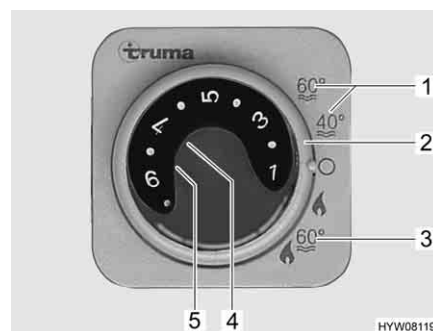

Fig. 183 Centralina di controllo per riscaldamento/boiler
Il boiler è integrato nel riscaldamento e funziona a gas (funzionamento a gas) o a gas o a corrente (funzionamento a gas e funzionamento elettrico a 230 V). Il boiler si accende dalla centralina di controllo (Fig. 183) con l'interruttore girevole (Fig. 183,2). Sul selettore di energia (Fig. 185) viene preselezionato il tipo di energia (funzionamento a gas e elettrico a 230 V).
Durante il funzionamento invernale "Riscaldamento e boiler" (Fig. 183,3) accendendo il riscaldamento viene riscaldata automaticamente anche l'acqua nel boiler. Quando il riscaldamento si spegne al raggiungimento della temperatura ambiente desiderata, il boiler continua a riscaldare l'acqua, fino a quando questa raggiunge la temperatura impostata.
Durante il funzionamento estivo (Fig. 183,1) l'acqua nel boiler viene riscaldata soltanto fino a 40 °C o 60 °C. L'acqua si riscalda a 60 °C in ca. 25 minuti. La spia di controllo gialla (Fig. 183,5) si accende durante la fase di riscaldamento del boiler.
L'alimentazione di tensione dell'apparecchio non può essere interrotta tramite l'interruttore principale a 12 V. In caso di guasto si accende la spia rossa di controllo (Fig. 183,4) sulla centralina di controllo (vedi capitolo 14).
- Sulla centralina di controllo (Fig. 183) posizionare l'interruttore girevole (Fig. 183,2) su "Funzionamento estivo" (Fig. 183,1).
La spia gialla di controllo (Fig. 183,5) si accende durante la fase di riscaldamento. Al raggiungimento della temperatura dell'acqua desiderata, la fase di riscaldamento termina e la spia gialla di controllo si spegne.
- Sulla centralina di controllo (Fig. 183) posizionare l'interruttore girevole (Fig. 183,2) su "O".
La combinazione funzionamento a gas e funzionamento elettrico a 230 V diminuisce il tempo di riscaldamento del boiler (è possibile solo se il boiler viene impostato sulla centralina di controllo (Fig. 183) su funzionamento invernale).